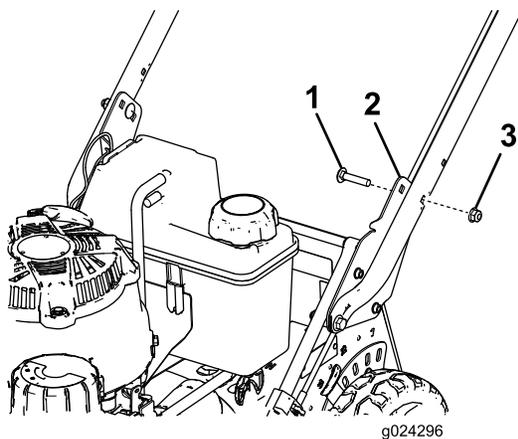

Bild 5
- Befestigen Sie den Bügel mit zwei Schlossschrauben (5/16" x 1-1/2") und zwei Bundmuttern (5/16") am Mähergehäuse an der gewünschten Bügelhöhe an den Bügelhalterungen, wie in Bild 5 abgebildet.